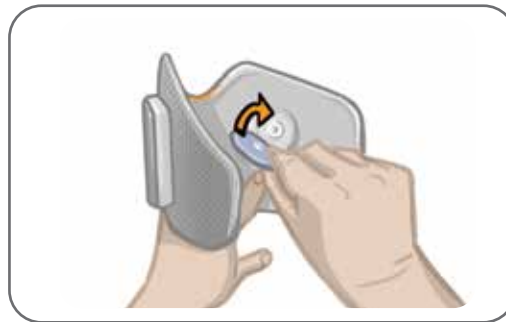

Figura 11-3. Fissaggio degli elettrodi Round Cloth
6. Fissare gli elettrodi Round Cloth alle basi per elettrodi (Figura 11-3).